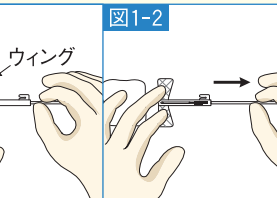

図1-2
- 2) チューブを後方に引張って、針を抜きながら収納ホルダー（シース）内に完全に収納させます（図1-2）。